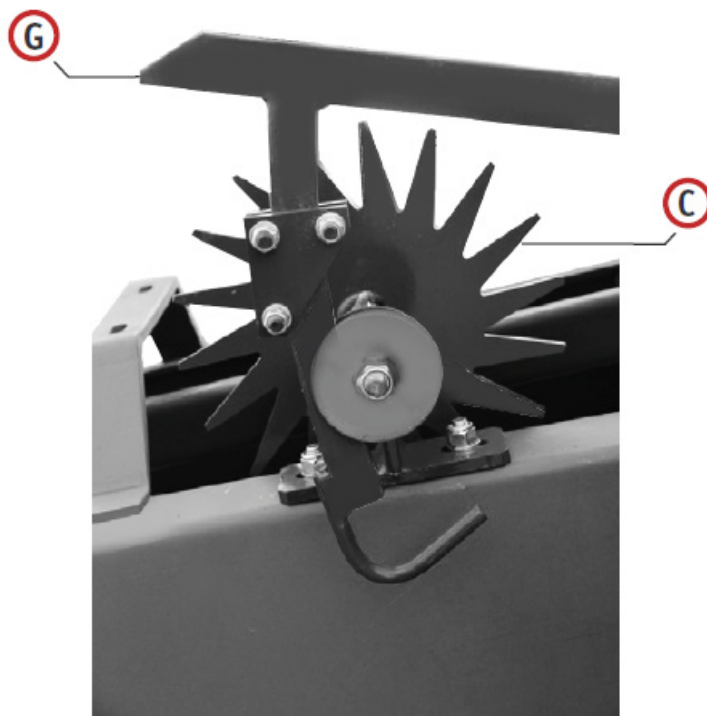

Fig.4
#### 5. COMO SE SUGIERE EN LA FIG. 4:
4. Tome el extremo interior de la bobina (P) y colóquelo en la guía del alambre (M), enróllelo alrededor de la polea (D), insértelo entre la polea (F) y el perno (R) y ate el extremo del alambre a la barra (L).
5. Tome el extremo del alambre (O) de la bobina (B) y colóquelo en la guía del alambre (N), enróllelo alrededor de la polea (E), insértelo entre la polea (G) y el perno (R) y ate el extremo a la barra (L).
6. Suelte la palanca del anudador (G) (Fig. 4) y gire el volante manualmente en sentido contrario a las manecillas del reloj hasta que las agujas traigan los alambres al sistema del anudador.
7. Retire los alambres de la barra (L) para que la máquina esté lista para empacar.